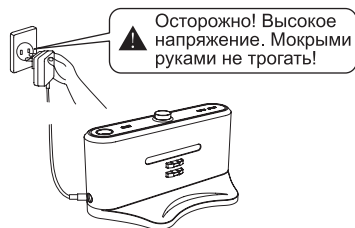

Рис. 2
4. Подключите адаптер к розетке электропитания, как показано на рис. 2.